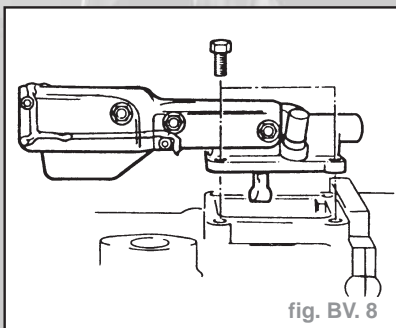

fig. BV. 8
- Déposer les quatre vis et retirer l'ensemble grille de guidage de la boîte de vitesses (fig. BV. 8).